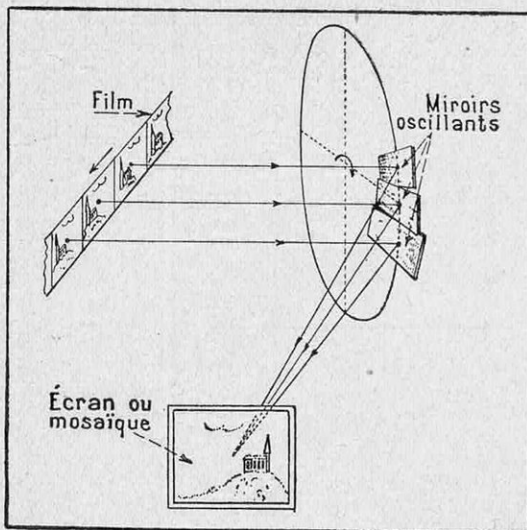

FIG. 5. — PRINCIPE DU DISPOSITIF OPTIQUE UTILISÉ EN ALLEMAGNE POUR LES PROJECTIONS CINÉMATOGRAPHIQUES AVEC DÉROULEMENT CONTINU DU FILM
*Le projecteur adapté à l'iconoscope est celui utilisé, depuis plusieurs années déjà, en Allemagne pour le cinéma. Il comporte un dispositif optique à miroirs oscillants, suivant le principe de la figure 5, pour éviter le scintillement. L'iconoscope comprend une mosaïque photosensible, balayée ligne après ligne par le faisceau électronique.*
L'image du film n'est pas projetée directement sur l'écran, mais le faisceau lumineux est reçu (fig. 5) par un miroir dès que l'image arrive à une certaine distance de l'axe optique du système projecteur. Ce miroir accompagne l'image dans sa course au delà de cet axe. Le faisceau lumineux passe donc ainsi par un point fixe, placé sur cet axe optique, à partir duquel s'effectue la projection sur l'écran.
*La stabilité des images de télécinéma est due, dans cet appareil, autant au système optique qu'au système électronique, qui réalise une sorte d'accumulation énergétique. Le film se déroule du magasin supérieur au magasin inférieur, en passant par la cuve renfermant les miroirs oscillants (voir figure 5).*